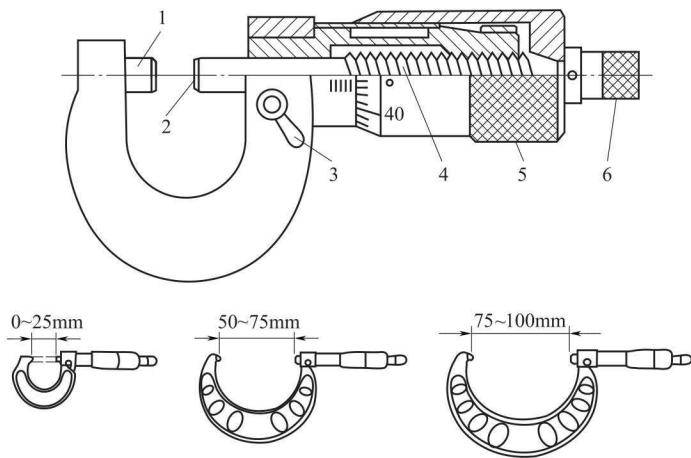

图 1-11 外径千分尺
- (1) 测量圆形物体的外径。
- (2) 测量各种汽车零部件的长度和宽度，其结构如图 1-11 所示。